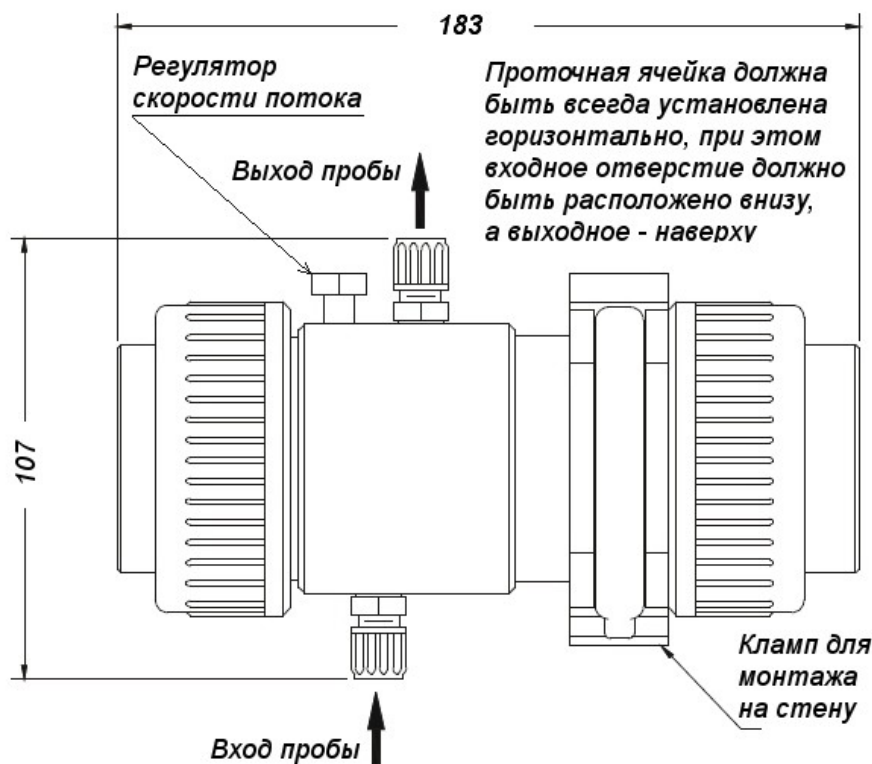

Рисунок 1 - Размеры проточной ячейки TU910
9.2.1 Большинство применений датчика для измерения мутности требуют использования проточной ячейки (Рисунок 1).